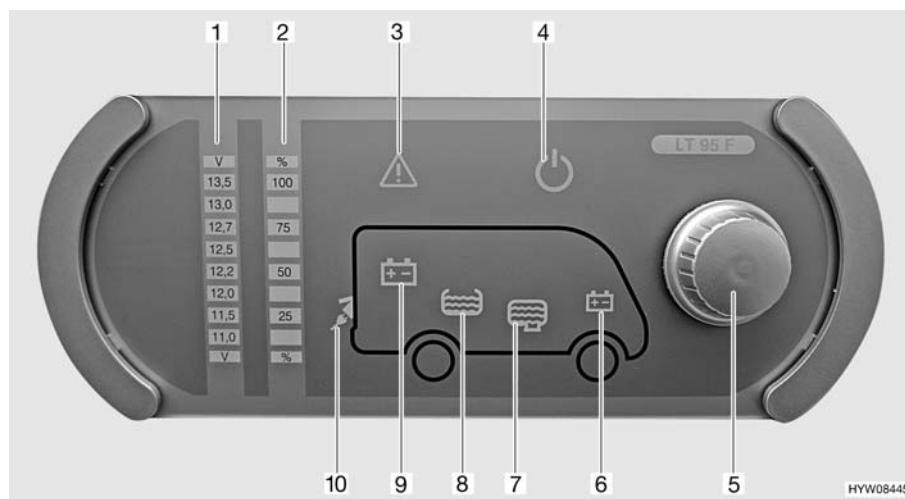

Fig. 95 Pannello di controllo (LT 95)
Il pulsante a rotazione (Fig. 95,5) inserisce o disinserisce il pannello di controllo e l'alimentazione a 12 V dell'abitacolo.
Accensione: ■ Premere il pulsante a rotazione (Fig. 95,5): L'alimentazione a 12 V dell'abitacolo è inserita. La spia di controllo a 12 V (Fig. 95,4) diventa verde.
Spegnimento: ■ Premere il pulsante a rotazione (Fig. 95,5): L'alimentazione a 12 V dell'abitacolo è disinserita. La spia di controllo a 12 V (Fig. 95,4) si spegne.
Mediante il pulsante a rotazione (Fig. 95,5) si possono interrogare sia la tensione della batteria dell'abitacolo che la tensione della batteria di avviamento. La tensione viene visualizzata sulla scala indicatore per la tensione della batteria (Fig. 95,1).
Indicazione: ■ Ruotare il pulsante a rotazione (Fig. 95,5), finché si accende il simbolo della batteria della quale deve essere interrogata la tensione.
Viene indicata la tensione della batteria dell'abitacolo (Fig. 95,9)
Viene indicata la tensione della batteria di avviamento (Fig. 95,6)
- Leggere la tensione sulla scala indicatore della tensione della batteria (Fig. 95,1).
Mediante il pulsante a rotazione (Fig. 95,5) si possono interrogare sia il livello del serbatoio dell'acqua che il livello del serbatoio delle acque grigie. Il livello viene visualizzato sulla scala indicatore livello dei serbatoi (Fig. 95,2).
Indicazione: ■ Ruotare il pulsante a rotazione (Fig. 95,5), finché si accende il simbolo del serbatoio del quale deve essere interrogato il livello.
Viene indicato il livello del serbatoio dell'acqua (Fig. 95,8)
Viene indicato il livello del serbatoio delle acque grigie (Fig. 95,7)
- Leggere il livello sulla scala indicatore del livello serbatoio (Fig. 95,2).
La spia luminosa Alarm (Fig. 95,3) lampeggia non appena i valori limite fissati vengono superati per eccesso o per difetto.
La spia luminosa Alarm (Fig. 95,3) lampeggia non appena la tensione della batteria scende al di sotto di 11 V. Se l'alimentazione a 12 V è accesa, si accende anche il relativo simbolo della batteria (Fig. 95,6 o 9), e l'indicatore "11,0" sulla scala indicatore della tensione della batteria (Fig. 95,1) lampeggia. Rischio di uno scaricamento totale della batteria.
La spia luminosa Alarm (Fig. 95,3) lampeggia ed il relativo simbolo del serbatoio (Fig. 95,7 o 8) si accende non appena il serbatoio dell'acqua è vuoto o il serbatoio delle acque grigie è pieno.
La spia di controllo a 230 V (Fig. 95,10) si accende quando all'ingresso della centralina elettrica è presente una tensione di rete.